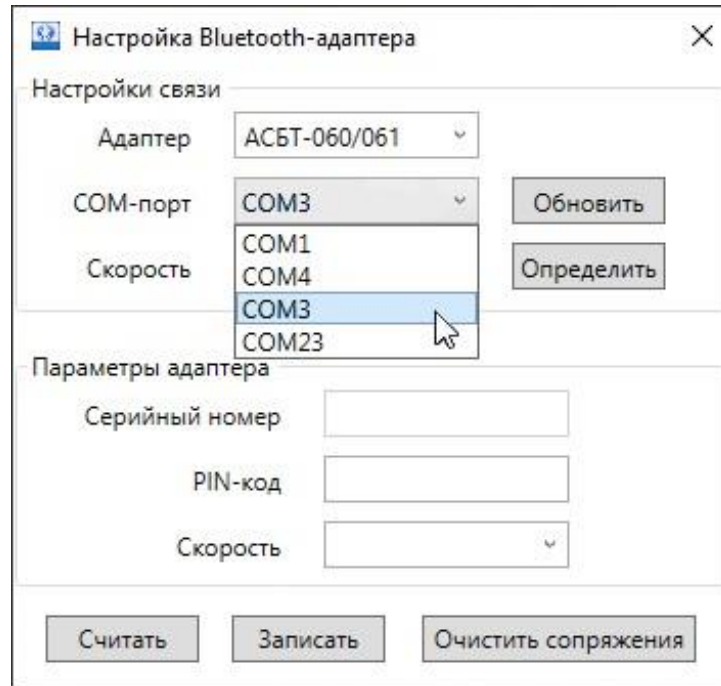
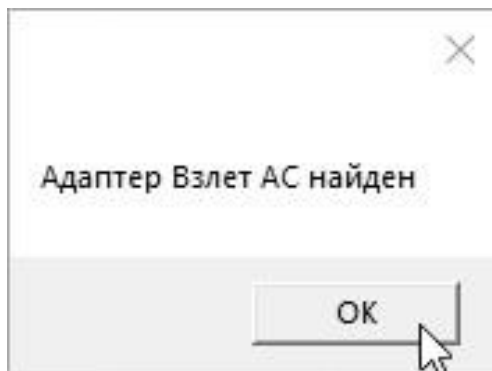

Рис.4. Выбор COM-порта для связи с адаптером.
Рис.5. Вид окна «Адаптер Взлет АС найден».
3.1.4. В поле **COM-порт**, из раскрывающегося списка выберите COM-порт и нажмите кнопку **Определить** (рис.4). Должно появиться всплывающее окно **Адаптер Взлет АС найден**, затем нажмите кнопку **ОК** (рис.5).